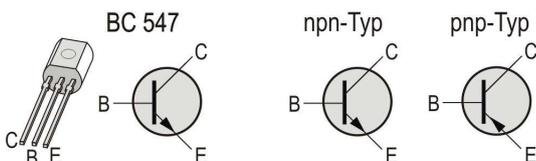

**Bild 5: Gebräuchliche Kondensatortypen**
Das einfachste Bauelement dieser Gruppe besteht aus zwei gegenüber liegenden Metallplatten. Legt man an sie eine Gleichspannung an, so fließt kein Strom, sondern die Platten laden sich auf und wirken sozusagen als Speicher, die eine bestimmte Kapazität aufnehmen können. Je größer die Fläche der Platten, um so mehr Kapazität - die übrigens in Farad (F) angegeben wird - können sie speichern. Wenn man die Spannung vom Kondensator trennt und die Platten mit einem Draht kurzschließt, entladen sie sich wieder. Bild 5 zeigt zwei unterschiedliche Bauformen: Links der normale Kondensator, rechts der Elektrolytkondensator, auch kurz als Elko bezeichnet. Dieser kann durch seine Aufbauweise wesentlich mehr Kapazität aufnehmen und speichern, da ein chemisches Substrat (Elektrolyt) integriert ist. **Wichtig:** Die Anschlüsse des Elkos sind gepolt, d. h., sie dürfen nicht vertauscht werden. Deshalb ist auch das Schaltzeichen anders. Die positive (Plus-)Seite besitzt ein weißes Feld, die negative ist schwarz.
die Fläche der Platten, um so mehr Kapazität - die übrigens in Farad (F) angegeben wird - können sie speichern. Wenn man die Spannung vom Kondensator trennt und die Platten mit einem Draht kurzschließt, entladen sie sich wieder. Bild 5 zeigt zwei unterschiedliche Bauformen: Links der normale Kondensator, rechts der Elektrolytkondensator, auch kurz als Elko bezeichnet. Dieser kann durch seine Aufbauweise wesentlich mehr Kapazität aufnehmen und speichern, da ein chemisches Substrat (Elektrolyt) integriert ist. **Wichtig:** Die Anschlüsse des Elkos sind gepolt, d. h., sie dürfen nicht vertauscht werden. Deshalb ist auch das Schaltzeichen anders. Die positive (Plus-)Seite besitzt ein weißes Feld, die negative ist schwarz.